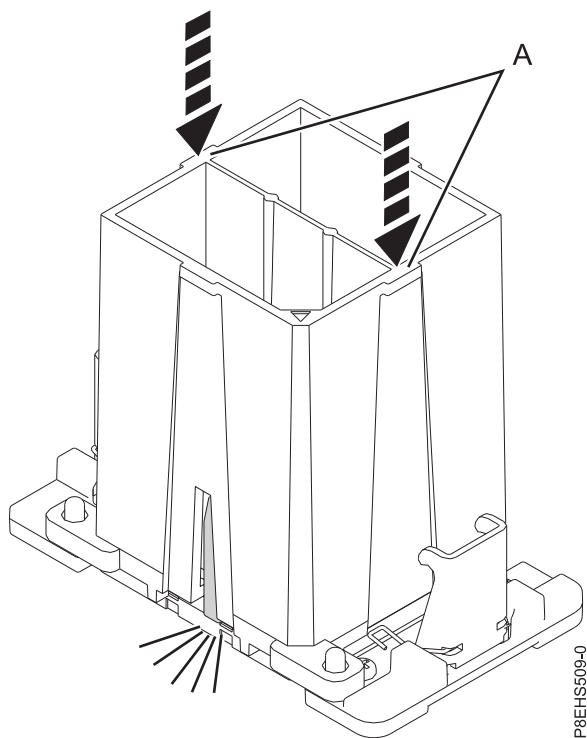

Figure 127. Blocage du module processeur système dans l'outil
- c. L'outil de retrait (A) étant posé sur la partie supérieure du module processeur système, appuyez dessus pour engager le module processeur système dedans, comme illustré dans la figure 127, à la page 112. Assurez-vous que les deux pinces de l'outil sont fixées sur le module processeur système. N'appuyez pas sur les pattes de déverrouillage bleues, des instructions ultérieures vous inviteront à le faire.